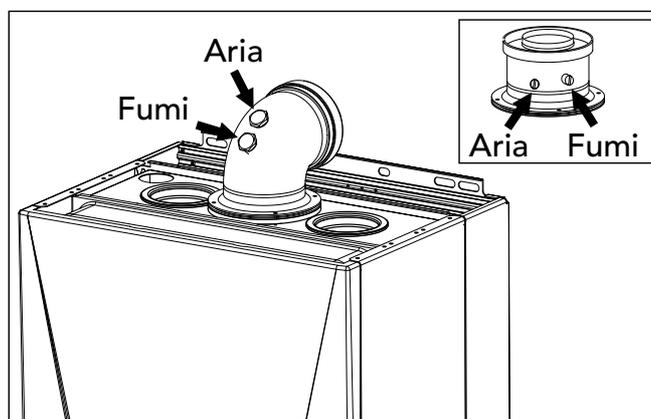

fig. 2
È possibile effettuare l'analisi della combustione attraverso i punti di prelievo aria e fumi predisposti negli accessori di partenza raffigurati in fig. 2.
1. Aprire i punti di prelievo aria e fumi come indicato in fig. 2